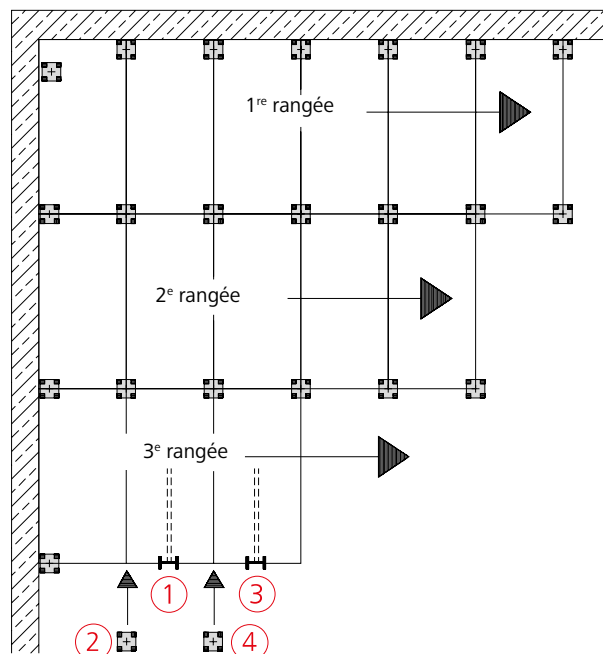

Fig. 21.1
- ① Le panneau est d'abord soutenu par la fourche de montage 340 MD.
- ② Un étau à tête d'étau MD est ensuite posé et ajusté sous l'angle du panneau.
- ③ Accrocher le panneau suivant, le relever à l'aide de la deuxième fourche de montage 340 MD. Laisser le panneau en appui sur la deuxième fourche.
- ④ Poser et ajuster l'étau à tête d'étau MD suivant. Déposer à présent la première fourche de montage 340 MD et continuer en ③ (Fig. 21.1 et 21.2).